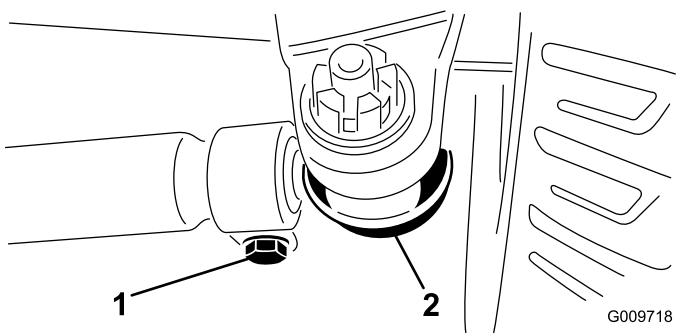

図 96
2. 調整は、両側のタイロッドのボールジョイントからコッターピンとナットを外して行う図 96。
4. タイロッド両側のクランプをゆるめる図 96。